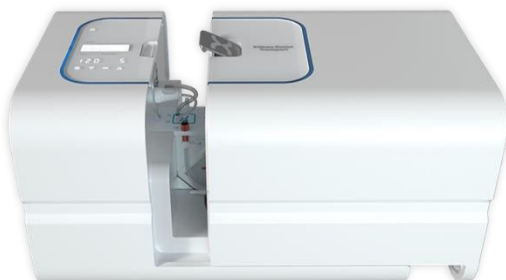

Figure 20 : Fermeture du couvercle
- Faites glisser le couvercle sur l'unité de pompe, appuyez fermement sur les deux parties et assurez-vous que le verrou du couvercle est complètement fermé (jusqu'au déclic), il doit être au même niveau que le boîtier (figure 20).